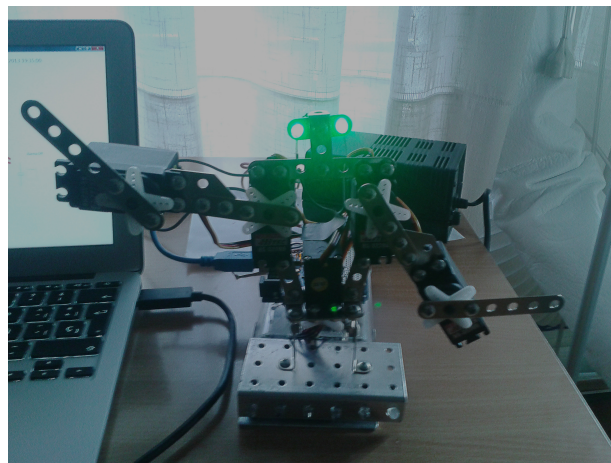

Figura 5.2: Motores en movimiento.
- Corporal: moviendo las articulaciones superiores (brazos y cintura), una vez encendidos los motores. El movimiento de cada una de las articulaciones a través de los servomotores simulan cómo este sistema domótico proyectado me permite abrir las puertas y/o las ventanas de una casa. Estoy moviendo el brazo derecho y observo que los motores correspondientes cambian también (figura 5.2). En caso de que los servomotores no se muevan, hemos de comprobar que el robot está correctamente conectado a la fuente de alimentación.